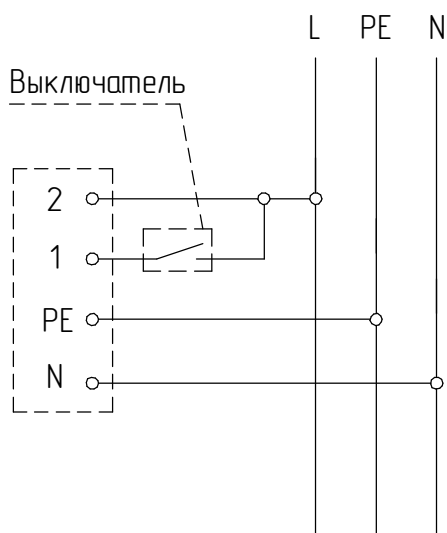

Рисунок 6 - Схема подключения светильника с БАП к сети
5.6 Подключение светильника производить согласно схеме (рис. 6). Подключите фазовый провод некоммутированной сети освещения (т.е. между фидером и светильником не должно быть никаких выключателей, кроме *автоматов защиты*) к клемме 2, а фазовый провод коммутированной сети к клемме 1.